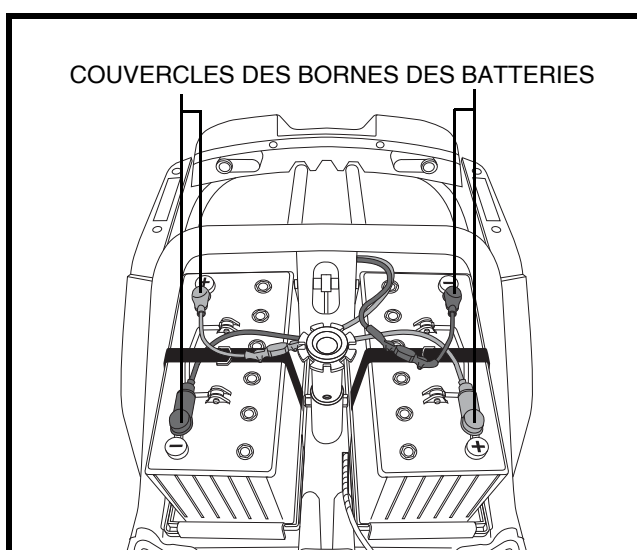

Figure 14. Enlèvement/installation des batteries
- Débranchez les câbles des bornes des batteries en soulevant la couvercles des bornes et en desserrant le boulon et l'écrou sur chaque borne. **Voir la figure 14.**